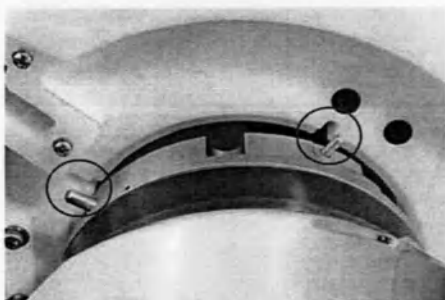

Рисунок 8-3: Совмещение пазов на профиле со штырями на центрифуге для установки профиля
- 1 Совместите два паза на нижней части профиля с двумя металлическими штырями на центрифуге (см. рис. 8-3) и с усилием нажмите на профиль, чтобы надежно зафиксировать фиксирующий штифт профиля. При установке штыря в правильное положение раздается щелчок.